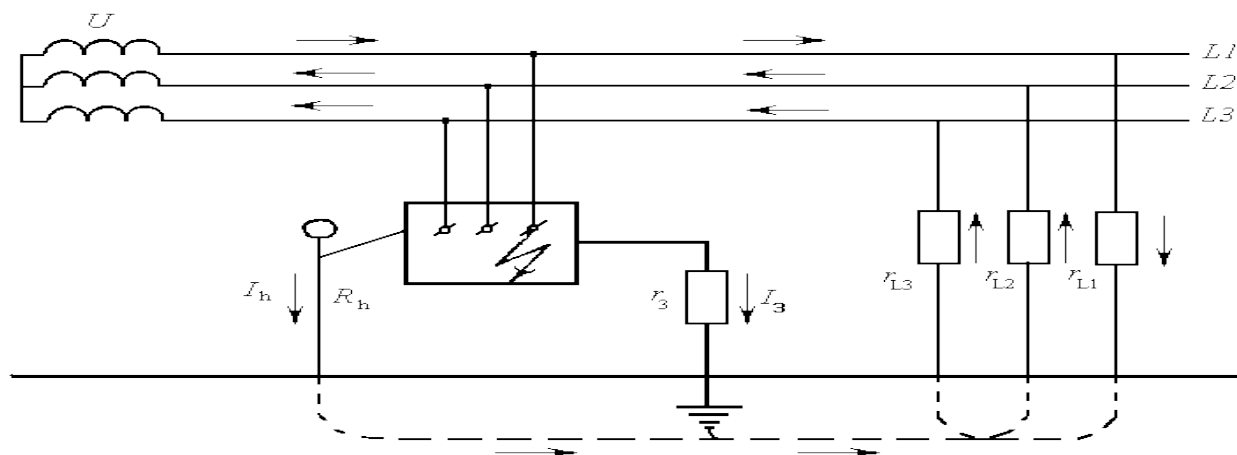

Рисунок 1- Электроустановка с заземлённым корпусом.
**Корпус электроустановки заземлен (рис.1)** . В этом случае напряжение корпуса электроустановки относительно земли уменьшится и станет равным:
Заземление будет эффективным лишь в том случае, если ток замыкания на землю  $I_3$  практически не увеличивается с уменьшением сопротивления заземлителя. Такое условие выполняется в сетях с **изолированной нейтралью** (типа IT) напряжением до 1 кВ, так как в них ток замыкания на землю в основном определяется сопротивлением изоляции проводов относительно земли, которое значительно больше сопротивления заземлителя (рис.1).